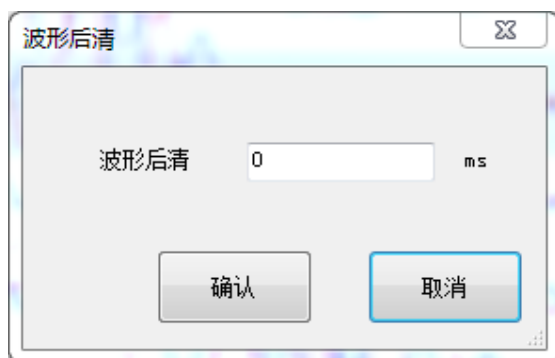

图 3-10 波形后清界面
- ⑥波形后清：将所输入的时间值后面的杂波强制归零，如图 3-10 所示；